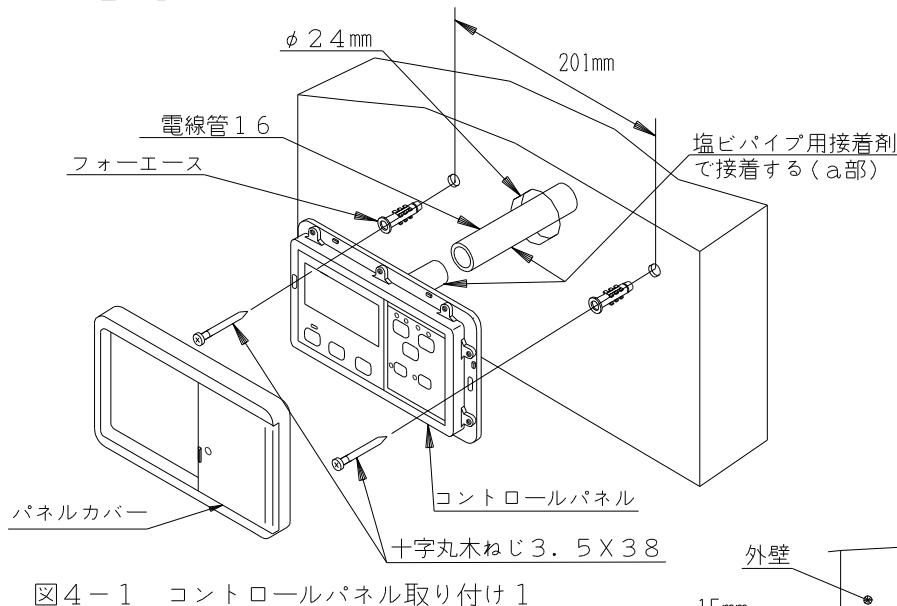

図4-1 コントロールパネル取り付け1
- ③ コントロールパネルと電線管16を塩ビパイプ用の接着剤で接着する。（図4-1のa部参照）
- ④ パネルカバーを外し、コントロールパネルを浴室の壁に十字丸木ねじ3.5×38で取り付ける。必要に応じてフォーエースを使用する。